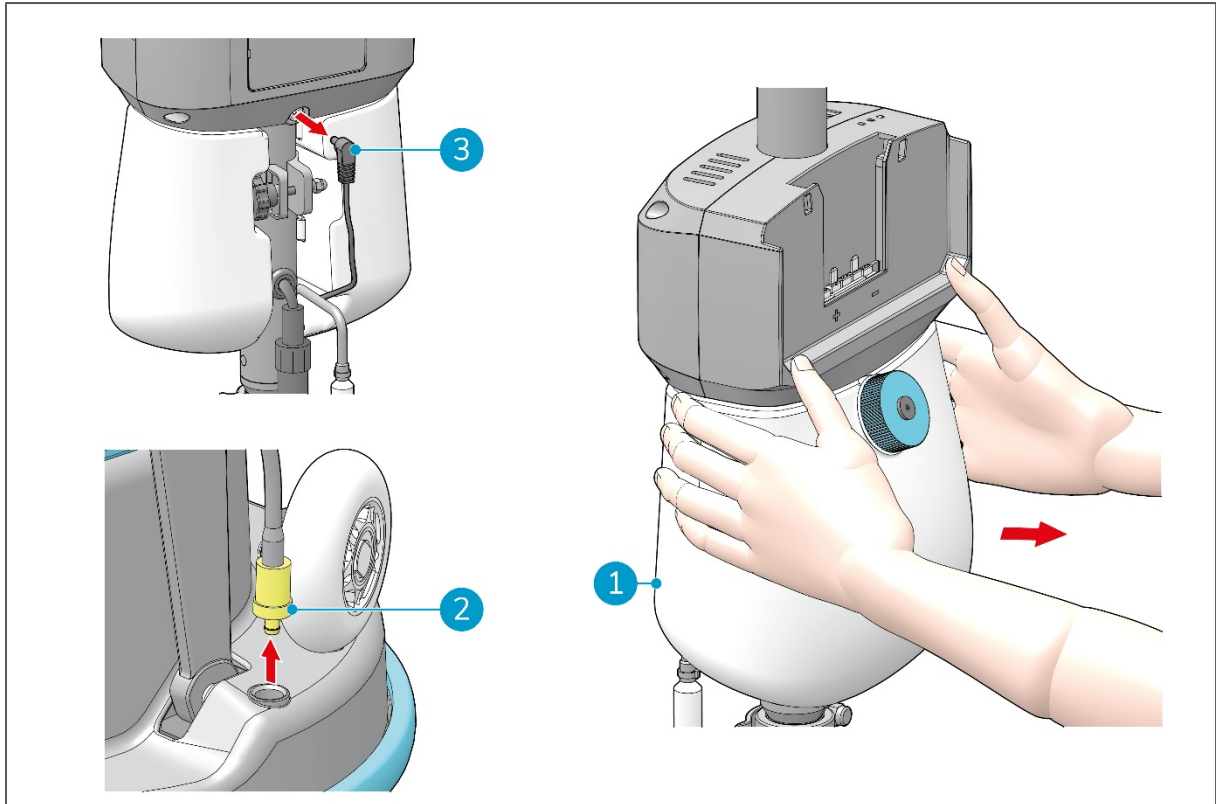

Figura 26
2. Scollegare la spina di alimentazione della pompa del serbatoio (Figura 26, pos 3) e il tubo flessibile dal manicotto sulla testata (Figura 26, pos 2).
3. Tenere saldamente la parte superiore del serbatoio (Figura 26, pos 1) con entrambe le mani e posizionare entrambi i pollici sul manico, premere il serbatoio allontanandolo dal manico finché non scatta, allentandosi.